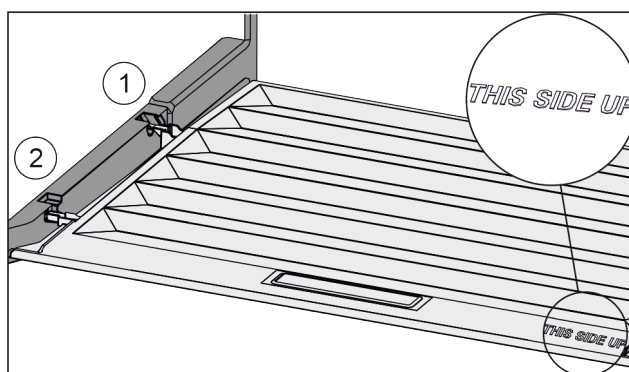

Fig. 125
- ▶ Skyv inn dekseltrinn via åpningen til bakre holder *Fig. 125 (1)* og klikk dem på plass i fremre holder *Fig. 125 (2)*.